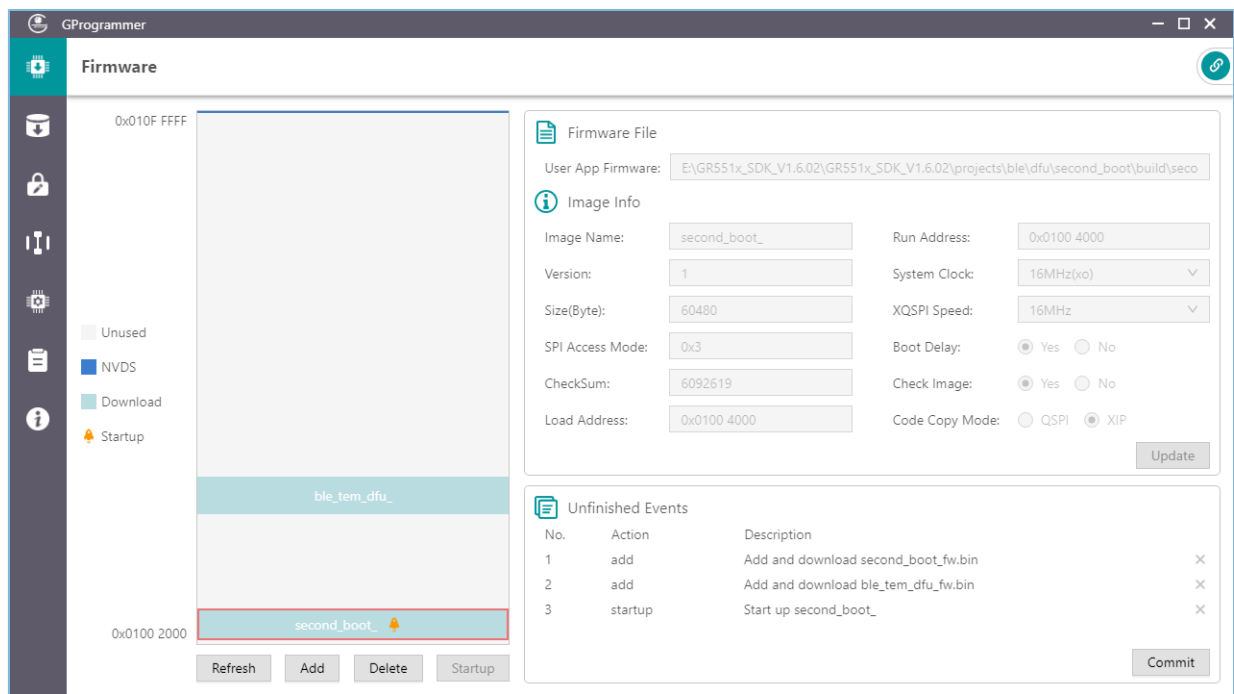

图 3-6 选中Second Boot固件作为Startup固件
4. GR551x SoC系统启动时检测到存在该应用固件`ble_tem_dfu_fw.bin`，且通过有效性检查。会跳转至应用固件存储的起始地址，并开始运行程序，此时GRUart串口界面如图 3-6所示。